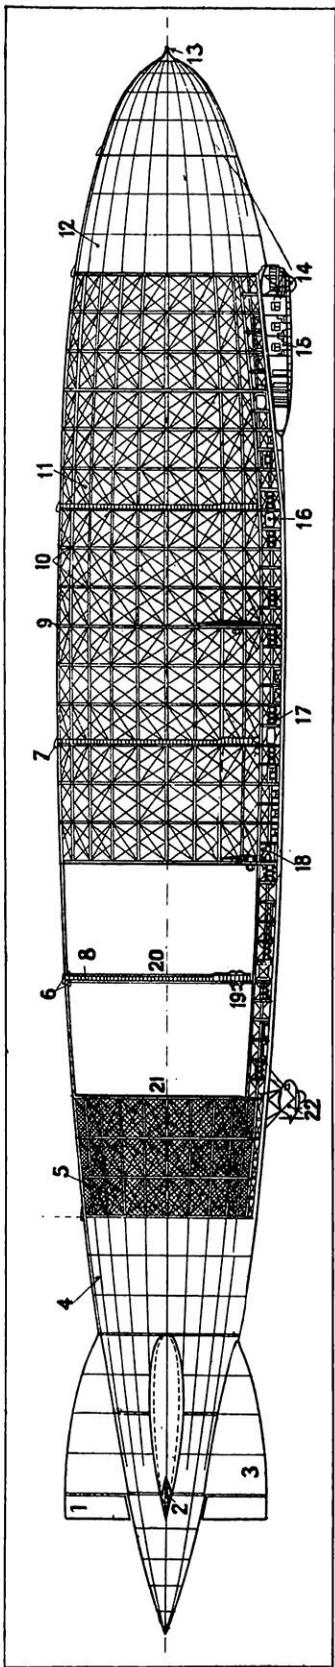

FIG. 2. — VUE SCHÉMATIQUE, DANS LE SENS DE LA LONGUEUR, DU DIRIGEABLE TRANSATLANTIQUE « AMERIKA »
paux et des anneaux intermédiaires sont reliés entre eux, diagonalement, dans le plan de la surface. Enfin, un réseau secondaire de fils d'acier, complété par un filet, sert de support aux cellules ou ballonnets à gaz et à l'enveloppe extérieure (fig. 2).
*Les nacelles.* — Tout d'abord, à l'avant du dirigeable, on trouve une nacelle principale (fig. 2 et 12) pour le pilote et les passagers.